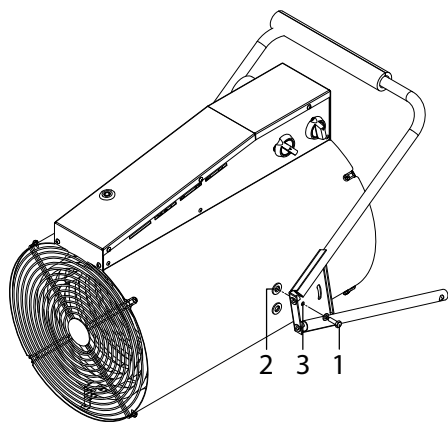

Рис. 2
Совместить отверстие в опоре (3) с верхней резьбовой гайкой (2) на корпусе и наживить болт М6х20 с шайбой (2 шт.) (1) с обеих сторон теплоventилиатора (Рис. 2)
Электронагревательные элементы, после срабатывания устройства аварийного отключения, автоматически не включаются. Для возврата устройства аварийного отключения в рабочее положение необходимо нажать на кнопку сброса аварийного термостата (Рис. 2)